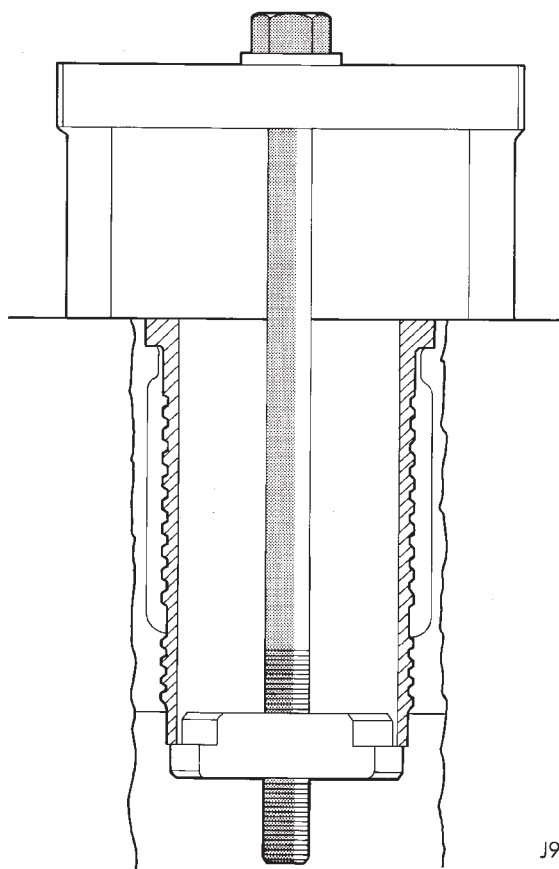

Fig. 62 Herramienta de desmontaje de camisas
- (1) Retire la culata de cilindros.
- (2) Retire el colector de aceite.
- (3) Retire los pistones.
- (4) Utilice la herramienta VM-1001 para retirar las camisas (Fig. 62).
(5) Retire los espaciadores de la camisa del cilindro o de la escotadura del bloque de cilindros. Mantenga los espaciadores con cada camisa.